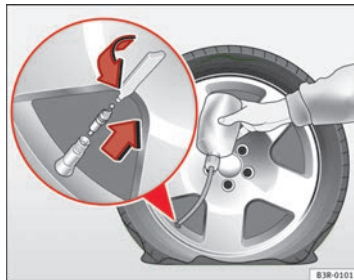

Abb. 187 Reparatur durchführen
- Die Reifenventilkappe abnehmen und den Ventileinsatz mit dem beiliegenden Werkzeug herauserschrauben ⇒ Abb. 187.